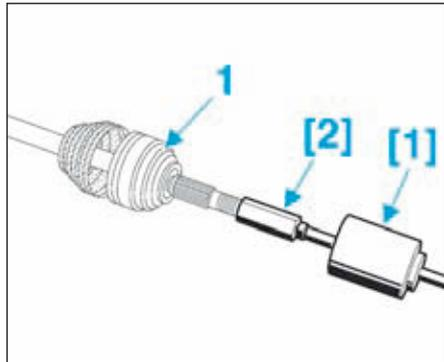

FIG.6
- Déposer, à l'aide des outils [1] et [2] le joint homocinétique (1) (Fig.6).